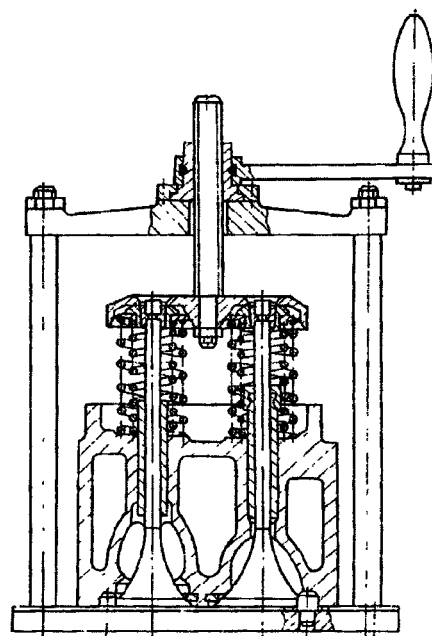

Рис. 12. Съёмник И801.06.000 пружин клапанов
2. Установите головку цилиндра на основание съемника (рис. 12) головками клапанов вниз	Съемник